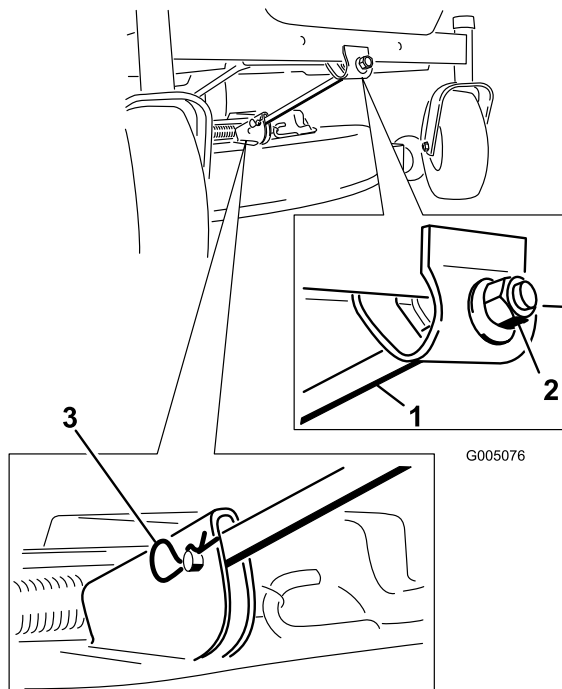

Figure 44
4. Enlevez la goupille fendue et les axes de chapes de la tige de support avant (Figure 44).
6. Fixez la tige de support avant au plateau de coupe à l'aide de l'axe de chape et de la goupille fendue (Figure 44).